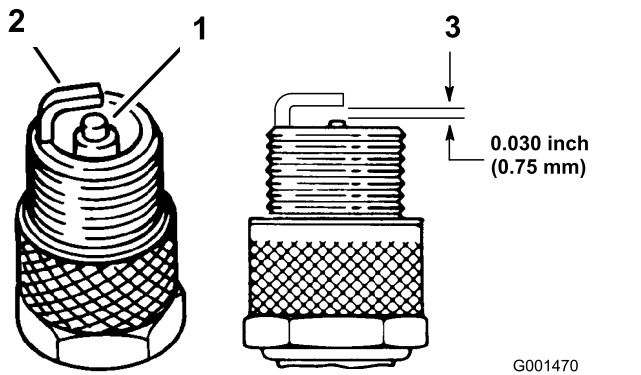

図 24
- 中央の電極部 (図 24) を観察する。絶縁体部がうす茶色や灰色なら適正、黒い汚れがある場合にはエアクリーナの不良を考える。
2. プラグの電極間のエアギャップ 図 24 を点検し、適正値から外れていれば外側の電極 図 24 を曲げて調整する。
3. 点火コードを接続する 図 24。